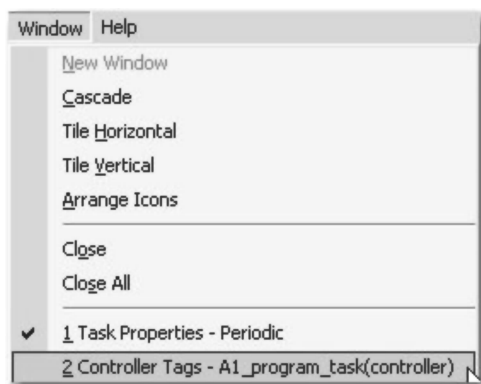

图 11-9 打开的窗口菜单
13. 在“窗口”（Window）菜单中选择“控制器标签 s-A1_program_task（控制器）”（Controller Tags-A1_program_task（controller）），如图 11-9 所示。